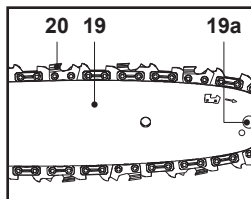

Fig. 8
7. Direcția lanțului fierăstrăului este cea indicată de săgeată. Asigură-te că lanțul de fierăstrău (20) este așezat corect pe pinionului de lanț (19a) al lamei de ghidare (19) (fig. 8).